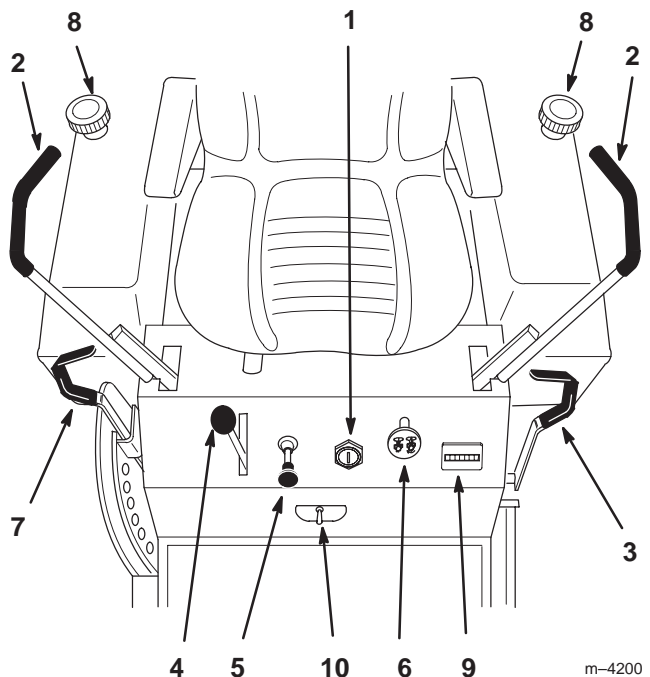

Bild 9
Machen Sie sich mit den Bedienungselementen (Bild 9) vertraut, bevor Sie den Motor anlassen oder die Maschine bedienen.
1. Stellen Sie die Fahr Schalthebel (Bild 9) in die Neutralsperrstellung.